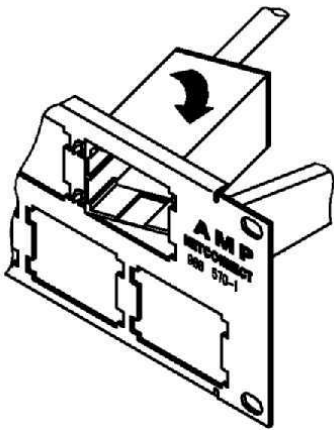

Figure 9 / Abbildung 9
18. Insert panel housing into the patch panel. Make sure that all four clips are snapped in (see figure 9).
18. Panelgehäuse in das Verteilfeld einsetzen. Alle vier Rastnasen müssen verrasten (siehe Abbildung 9).